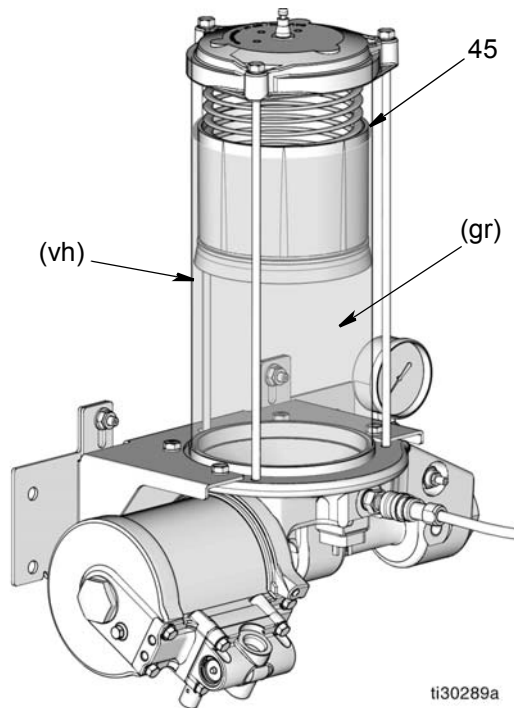

图 9
3. 从注入泵慢慢将滑脂送入液箱，直至液箱中的滑脂将随动板（45）升高到液箱通气孔（vh）之上，并且空气从随动板下方排出（图 9）。此时，可能会有少量的滑脂从通气孔流出。
注意： 通气孔（vh）位于液箱的右后方，在图 9 中看不到。通气孔的大致位置通过图示中的 vh 标识。